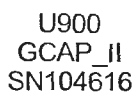
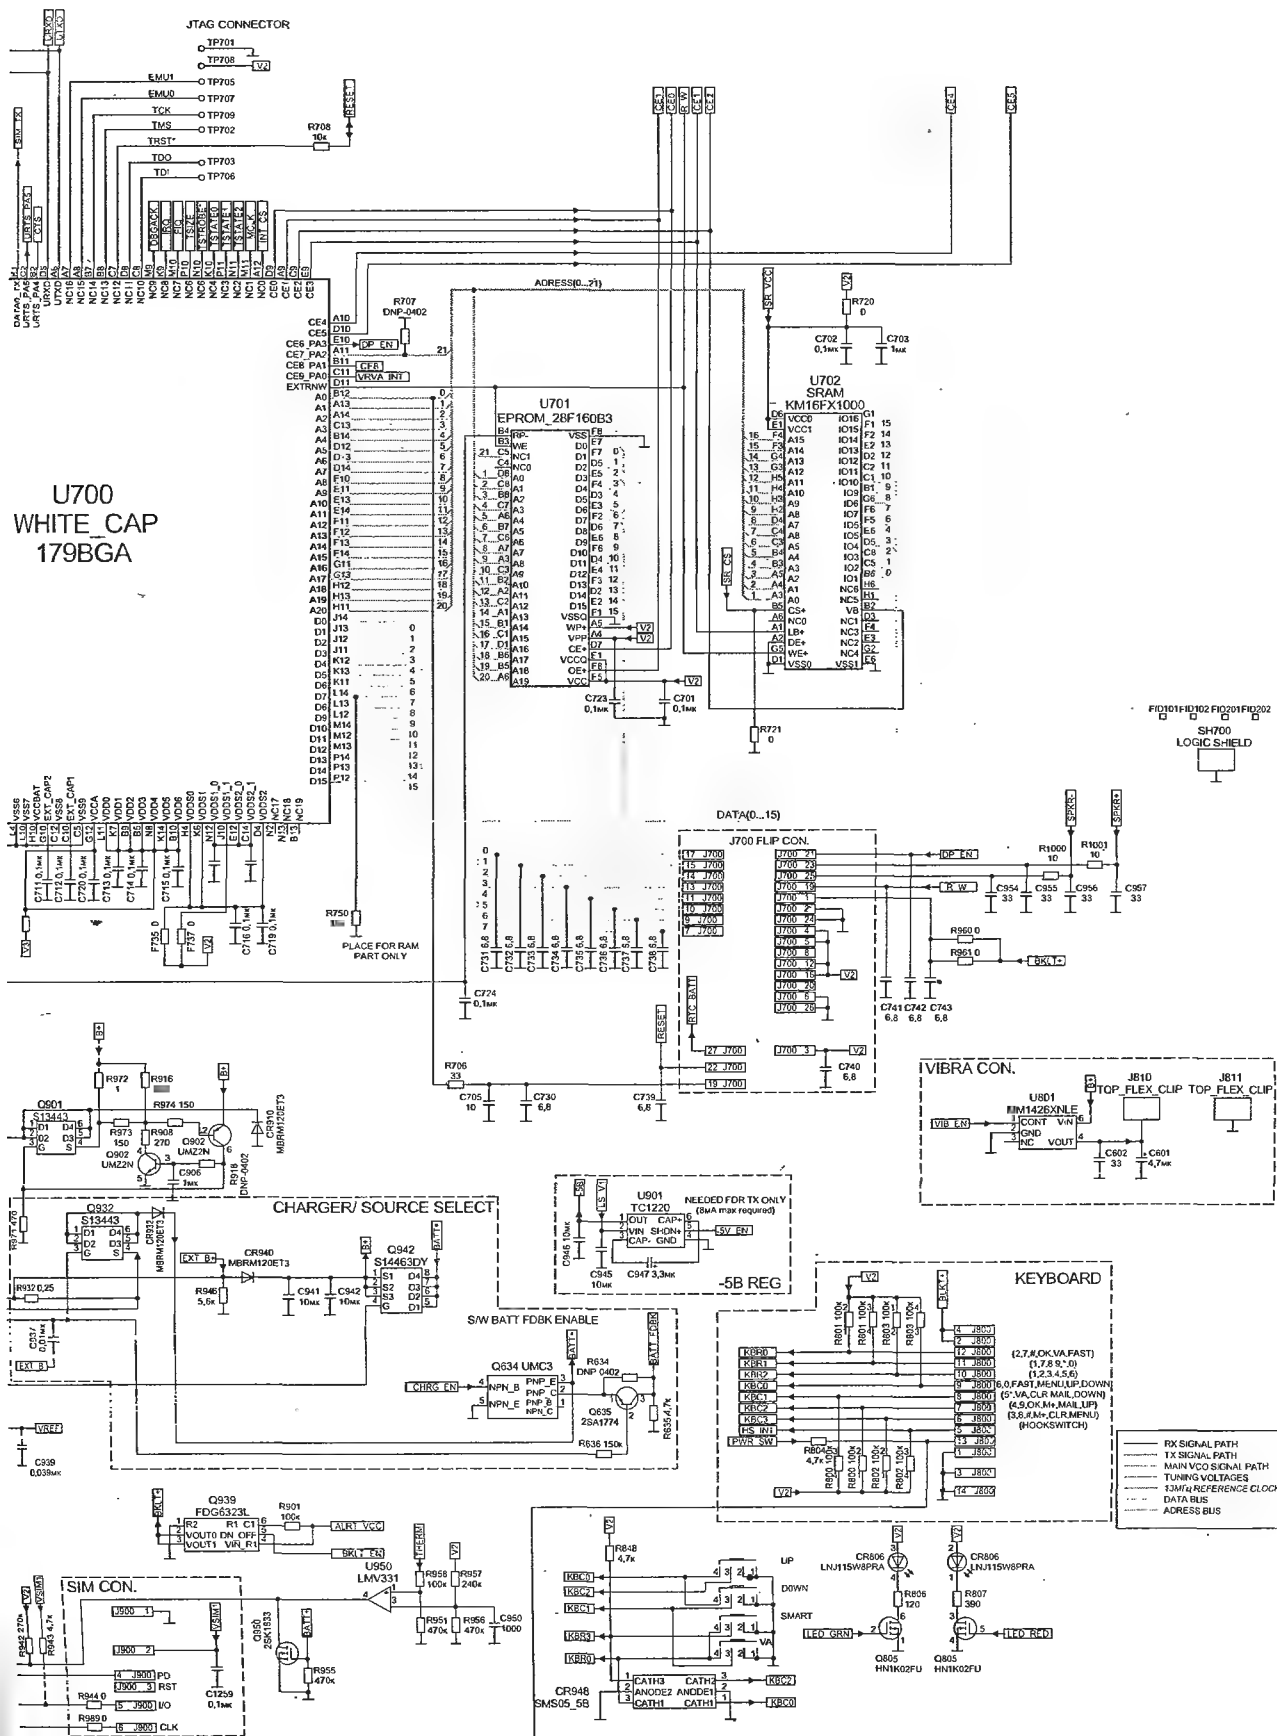
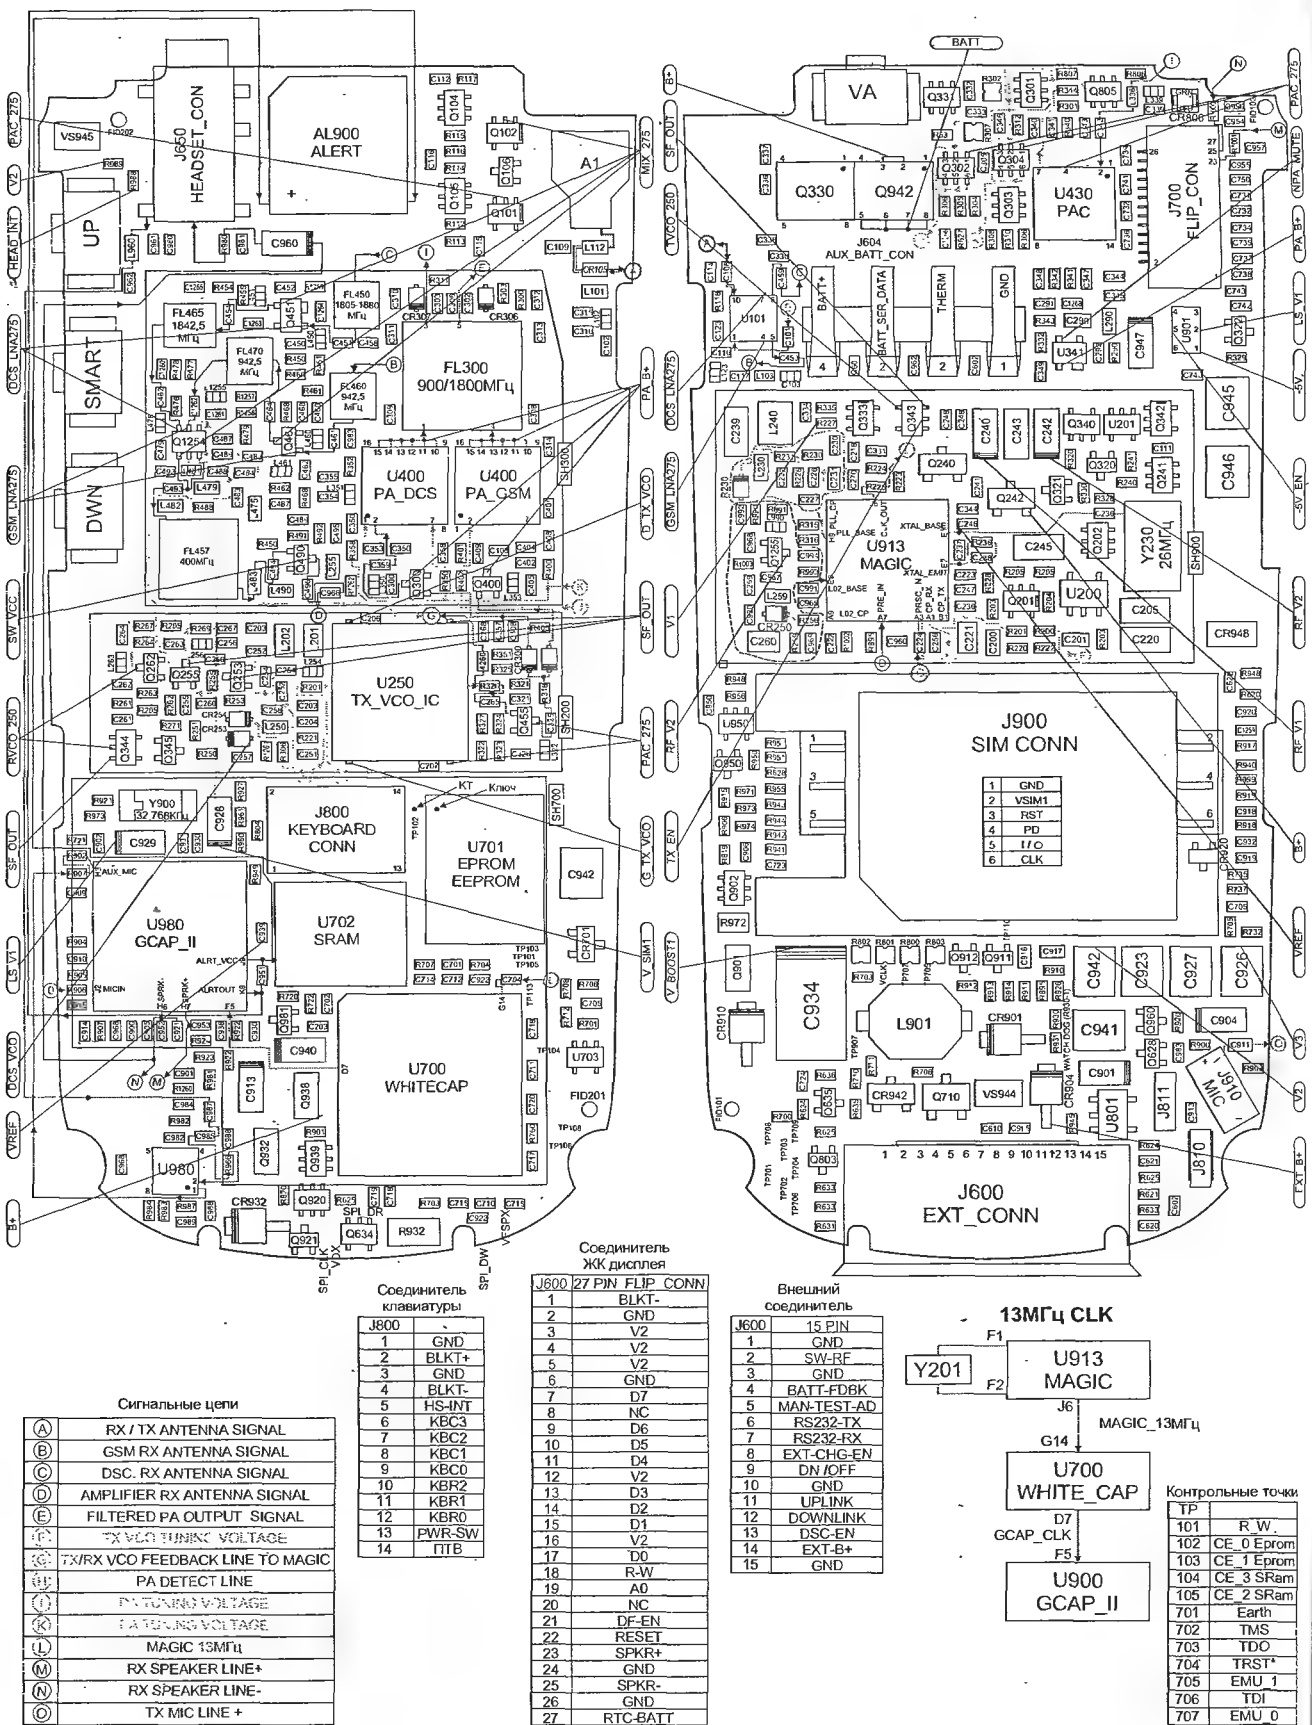
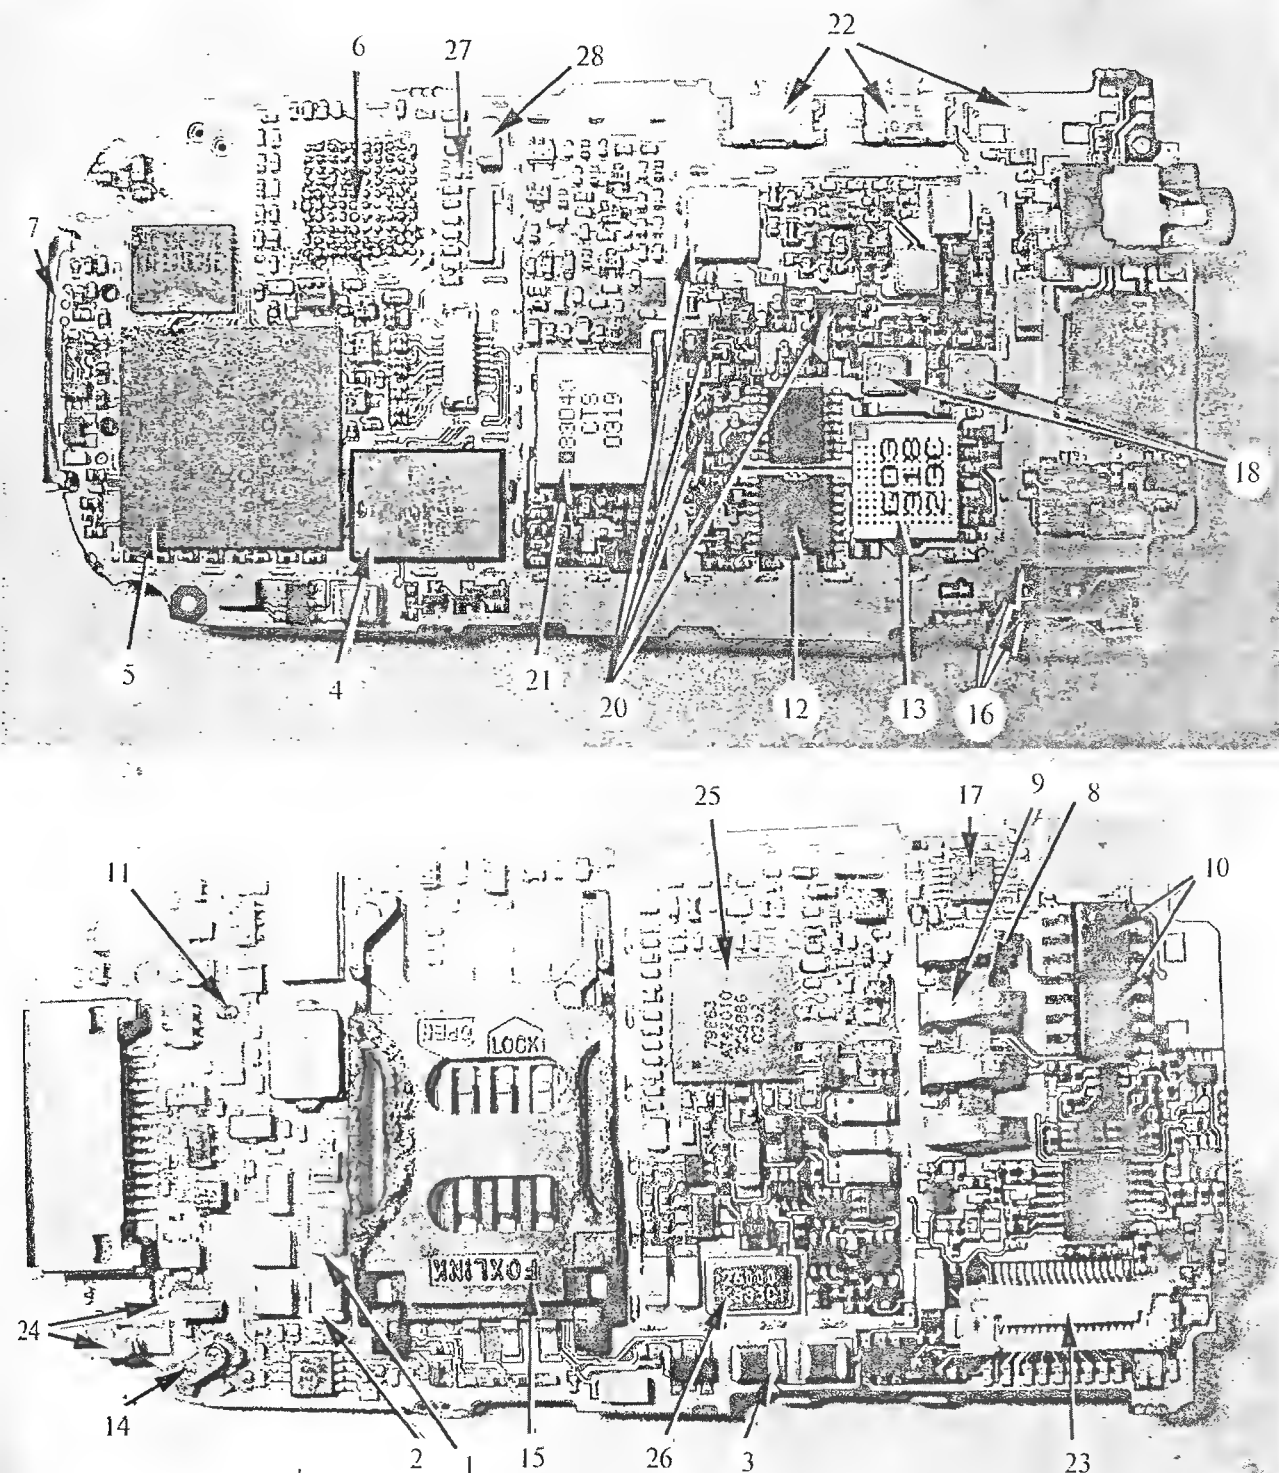

Рис. 3.1. Системный процессор WHITE CAP
Рис. 3.2. Радиочастотная
Рис. 3.3. Электромонтажная схема системной платы
Рис. 3.4. Контрольные точки на системной плате
Все неисправности модели «Motorola V50», которые будут рассмотрены, справедливы и для моделей V3688/V3690. Для ремонта телефонов необходим цифровой тестер, специальное паяльное оборудование, программатор для перезаписи микросхемы Flash-памяти и внутренней памяти процессора, а также компьютер со специализированным программным обеспечением. Принципиальная электрическая схема модели V3688 приведена на рис. 3.1 и 3.2. Для ремонта телефонов достаточно иметь схему размещения элементов на монтажной плате. Для моделей V3688/V3690 она приведена на рис. 3.3, а для модели V50 (версия 14) — на рис. 3.4.
Для локализации неисправности необходимо подать на телефон питающее напряжение (от аккумулятора или от внешнего источника питания) и вольтметром измерить напряжения: на конденсаторах C924, C925 — +2,8 В (1 на рис. 3.4), на конденсаторах C926, C927 — +1,8 В (2 на рис. 3.4) и на конденсаторах C945, C946 (3 на рис. 3.4) — +5 В. Если все напряжения равны нулю, неисправна микросхема GCAP II, формирующая эти напряжения. Если напряжение +2,8 В появляется и сразу же падает до нуля, скорее всего, неисправна одна из микросхем: EEPROM U701 (4 на рис. 3.4), U900 GCAP II (5 на рис. 3.4) или процессор U700 WHITECAP (6 на рис. 3.4). В первую очередь проверяют (заменой) Flash. В аппаратах 14-й версии установлена микросхема EEPROM фирмы Atmel. Ее лучше заменить на микросхему фирмы Intel. Необходимо отметить, что в разных версиях аппаратов микросхема U701 устанавливается на плату по-разному (см. ключ установки U701 на рис. 3.3 и 3.4). После замены микросхемы памяти необходимо проверить напряжение питания на указанных конденсаторах. Если оно пришло в норму, для восстановления работоспособности телефона необходимо перезаписать микросхему Flash-памяти. Для это-
ло необходим программатор и откалиброванный файл «прошивки» Reraig для конкретной версии аппарата (включает в себя конкретные настройки сети и инженерные установки). Контрольная точка для подключения программатора — TP102 на рис. 3.3. (7 на рис. 3.4).
В первую очередь проверяют саму аккумуляторную батарею и контакты ее соединителя J604 (8 на рис. 3.4). При отсутствии контакта в соединителе после подключения к телефону зарядного устройства значок зарядки на ЖК индикаторе пропадает. Если он отображается — контакты в порядке и далее необходимо проверить процессор WHITECAP. Для этого отключают от телефона аккумуляторную батарею и омметром измеряют сопротивление между контактом «BAT_SER_DATA» соединителя J604 (9 на рис. 3.4) и общей шиной (например, экраном приемного или передающего узла). Если сопротивление равно 40...50 Ом, вышел из строя узел контроля батареи (в составе процессора) и его необходимо заменить. У исправной микросхемы сопротивление составляет 1 кОм и более. Чаще всего подобная проблема возникает в аппаратах версии 1081. В этом случае на индикаторе появляется сообщение «Invalid Battery» или процесс зарядки отображается, но батарея не заряжается.
проверяют диод D945 на обрыв и, если он исправен, заменяют ключ Q942 (10 на рис. 3.4), через который заряжается аккумуляторная батарея.
В аппаратах 14-й версии такая неисправность встречается крайне редко. В этих моделях, как правило, выходит из строя сама батарея или окисляются контакты соединителя J604. Кроме того, в этих аппаратах в цепи заряда установлен защитный стабилитрон (11 на рис. 3.4) на напряжение 5 В. Очень часто при использовании неоригинального зарядного устройства (китайского производства) или устройства зарядки от бортовой сети автомобиля, не имеющих схемы ограничения выходного напряжения, этот стабилитрон выходит из строя. В результате батарея не будет заряжаться. Стабилитрон проверяют омметром на короткое замыкание и, при необходимости, заменяют.
Эта неисправность чаще всего проявляется в аппаратах 14-й версии, имеющих недостаточно надежный усилитель мощности диапазона GSM U400 (12 на рис. 4). С помощью приборов его исправность определить достаточно сложно: потребляемый ток микросхемы в рабочем режиме кратковременно возрастает, что приводит к срабатыванию защиты узла питания. Передатчик заменяют, при этом лучше использовать микросхему из телефонов V3688/ V3690. В этих аппаратах качество комплектующих значительно выше, чем в новых телефонах V50. Если замена передатчика ни к чему не привела, заменяют смеситель сигналов GSM/DCS FL300 (13 на рис. 3.4). Он имеет керамический корпус, который при падении аппарата иногда трескается. Как и в предыдущем случае, в режиме передачи резко возрастает потребляемый ток и аппарат выключается. Подобная проблема со смесителем встречается как в старой, так и в новой версии аппаратов.
Сам микрофон — это достаточно простой и надежный элемент, выходит из строя крайне редко. Иногда, после попадания влаги, окисляются контакты его соединителя J910 (14 на рис. 3.4). Как правило неисправность устраняется после замены микросхемы GCAP II.
Вначале проверяют состояние контактов соединителя SIM-карты J900 (15 на рис. 3.4). Иногда они отслаиваются от платы или окисляются. Если контакты в норме — заменяют GCAP II.
В первую очередь проверяют наличие контакта в антенном соединителе A1. Затем омметром проверяют на обрыв согласующие катушки L101, L102, L112 (16 на рис. 3.4). При деформации пла-
ты (падении аппарата) их керамическая основа трескается, и катушки выходят из строя (обрыв). Если катушки исправны, заменяют антенный переключатель U101 (17 на рис. 3.4). Если его замена не решает проблему, проверяют (заменой) полосовые фильтры FL450, FL460 (18 на рис. 3.4), СВЧ-усилители на транзисторах Q451, Q461, смеситель на транзисторной сборке Q1254, фильтр FL457 и усилитель на транзисторе Q490 (20 на рис. 3.4). Если все указанные элементы исправны — заменяют микросхему U913 MAGIC (21 на рис. 3.4).
Вначале с помощью омметра проверяют боковые кнопки UP, SMART, DOWN (22 на рис. 3.4). Очень часто они загрязняются. Если кнопки исправны, проверяют диодную сборку CR948, защищающую процессор WHITECAP от статического электричества (сборка установлена только в телефонах версии 1081). Если все элементы в норме, а кнопки не работают — заменяют процессор.
- нет контакта в соединителе J700 (23 на рис. 3.4);
Для проверки вибровозвонка подают на него +2,5 В от внешнего источника. Затем проверяют контакты соединителя J810/811 (24 на рис. 3.4) на отсутствие окисления. Если все в норме, вначале заменяют усилитель U801, а если результата нет — микросхему GCAP.
на рис. 4). Затем он поступает на процессор U700, а с него — на микросхему GCAPII (см. схему синхронизации на рис. 3.3). В первую очередь проверяют стабильность сигнала частотой 26 МГц на конденсаторе C236 (рис. 3.2 и 3.3). Если частотомера нет, просто заменяют кварцевый резонатор Y230 на 26 МГц (26 на рис. 4) и тестируют телефон.
Проверяют наличие сигнала частотой 32,768 кГц на конденсаторах C930, C931 (27 на рис. 3.4). Если сигнала нет — заменяют кварцевый резонатор Y900 (28 на рис. 3.4), в противном случае неисправна микросхема GCAPII.